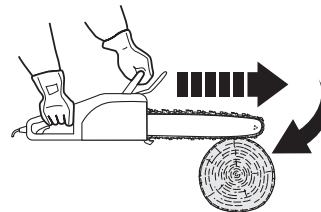

Fig. 26
- > Si la chaîne [3] est pincée au niveau du bord inférieur du guide-chaîne [4], l'appareil peut être projeté brutalement vers l'avant (Fig. 26).